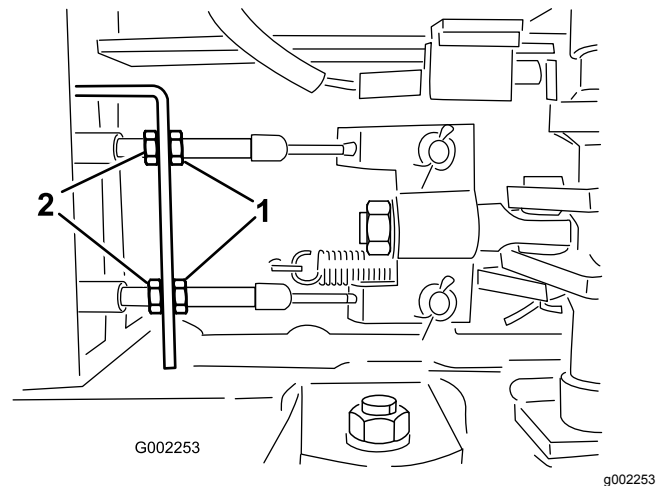

Figura 87
5. Feche a válvula de drenagem (Figura 87).
5. Desaperte as porcas dianteiras nos cabos dos travões por baixo da parte dianteira do pulverizador (Figura 87).
6. Aperte as porcas traseiras de forma idêntica até o pedal dos travões se deslocar entre 1 a 2 cm antes de se verificar qualquer resistência (Figura 87).